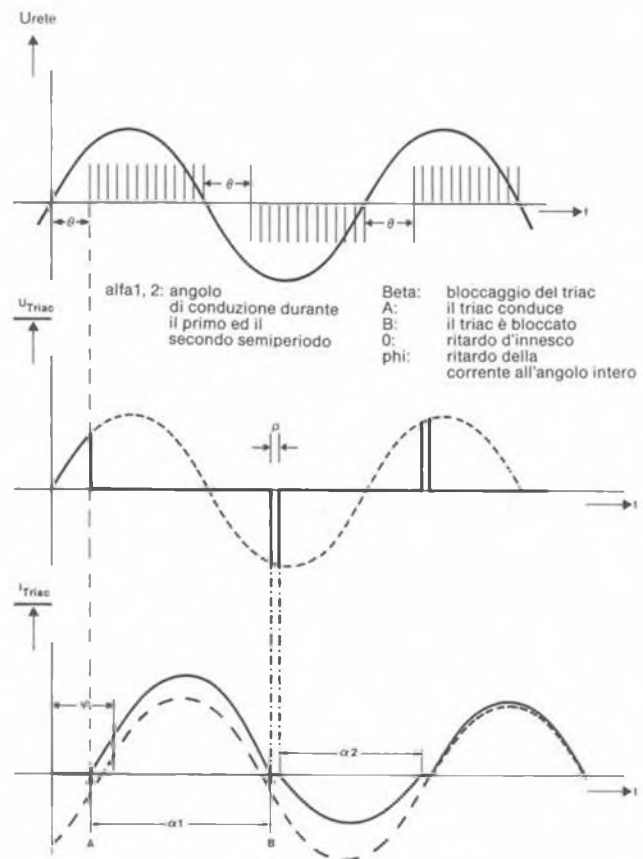

Figura 2. Innesco mediante un treno d'impulsi sincronizzato con la tensione di rete.
La Figura 1c mostra un circuito di controllo per triac leggermente più complicato. Successivamente all'impulso di innesco, vengono generati altri impulsi supplementari, fino al successivo passaggio per lo zero della tensione di rete. Il funzionamento del circuito è illustrato nello schema di temporizzazione della Figura 2. Supponendo una differenza di fase "phi" di 85° tra la tensione di rete e la corrente nel carico ed un angolo di gate θ di 60°, il triac viene innescato dopo che è trascorso il ritardo d'innesco (A) e rimane in conduzione fino a circa 240° (B), grazie al treno d'impulsi. Viene poi bloccato in corrispondenza al punto B, ma immediatamente fatto ripartire dal successivo impulso ripetitivo applicato al gate. Durante il primo semiperiodo, il funzionamento è leggermente asimmetrico, ma la durata della conduzione diviene gradualmente più bilanciata, come mostrato dalla curva tratteggiata.
Consultate ancora una volta il diagramma di temporizzazione di Figura 2, per osservare ulteriori particolari riguardanti il funzionamento del circuito. I diodi zener D5-D8 forniscono una protezione contro le sovratensioni e, contemporaneamente, garantiscono una tensione di alimentazione stabile per il circuito di innesco, eliminando le